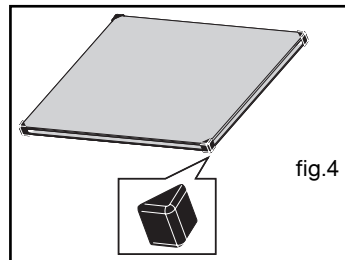

fig.4
- Si nécessaire, retirez l'ensemble des glaces intérieures de la porte. Cet ensemble est composé d'une ou deux glaces selon modèle avec à chaque coin une butée caoutchouc noire (fig.4).
Quand le cadenas  n'apparaît plus dans l'afficheur, il est possible d'ouvrir la porte (fig.4).